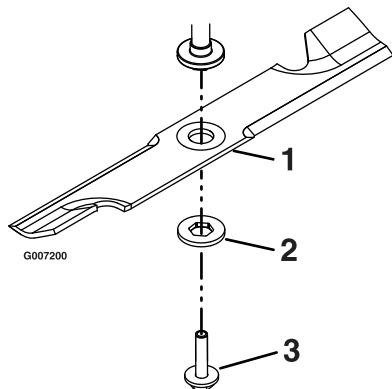

Figura 46
2. Con la chiave ancora sul bullone della lama tenete fermo il fusello della lama e cercate di ruotare la lama utilizzando un cencio o un guanto bene imbottito. Se la lama ruota rispetto alla protezione del fusello senza dover serrare ulteriormente il bullone della lama, la molla a tazza è appiattita o danneggiata ed è necessario sostituire il gruppo bullone e rondella (Figura 46). Vedere le sezioni Rimozione delle lame e Montaggio delle lame.
Tenete l'estremità della lama con un cencio o un guanto bene imbottito (o posizionate una chiave sulla rondella della puleggia a gola superiore). Togliete il gruppo bullone e rondella della lama, la rondella e la lama dall'asse del fusello (Figura 46).
1. Montate la lama sull'asse del fusello (Figura 46).